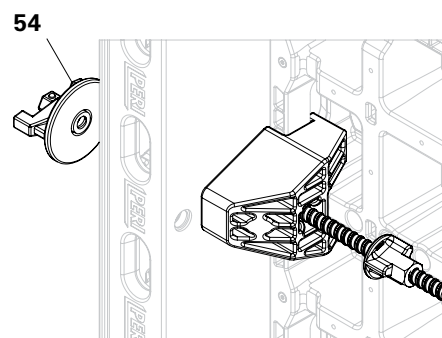

Fig. B5.15b
4. Inserire il perno in acciaio (23.4) del connettore d'angolo DUO nel foro per tirante desiderato (10.1) del pannello jolly. (Fig. B5.15b)
5. Inserire il tirante d'angolo DUO (23.2) nel connettore d'angolo DUO (23.1) e nel pannello jolly. (Fig. B5.15b)